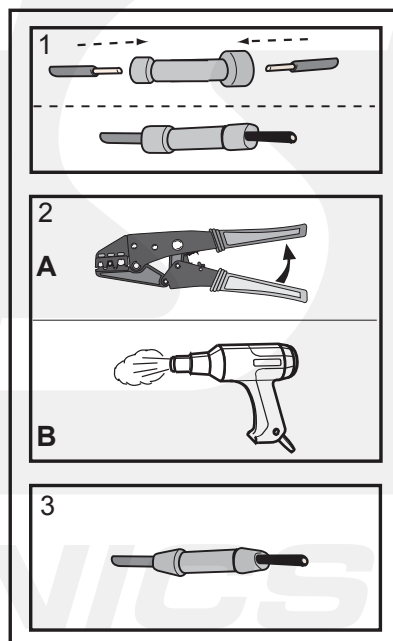

fig. 1
4. Die übrigen Kabeln zwischen die Stoßstange und Karosserie nach den Heckleuchten führen. Die übrigen Kabeln werden mit hilfe von Quetschverbinder an die originale Kabel angeschlossen (siehe abbildung 1).